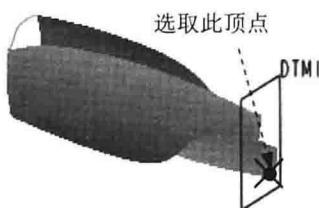

图 1.20 基准平面 1
(4) 创建图 1.20 所示的 DTM1 基准平面。单击 **样式** 功能选项卡 **平面** 区域中的  按钮，在弹出的菜单中选择  内部平面命令，此时系统弹出“基准平面”对话框。选取 TOP 基准平面为参考平面，将其约束类型设置为 **平行**，按住 Ctrl 键，选取图 1.20 所示的顶点，将其约束类型设置为 **穿过**，单击对话框中的 **确定** 按钮。